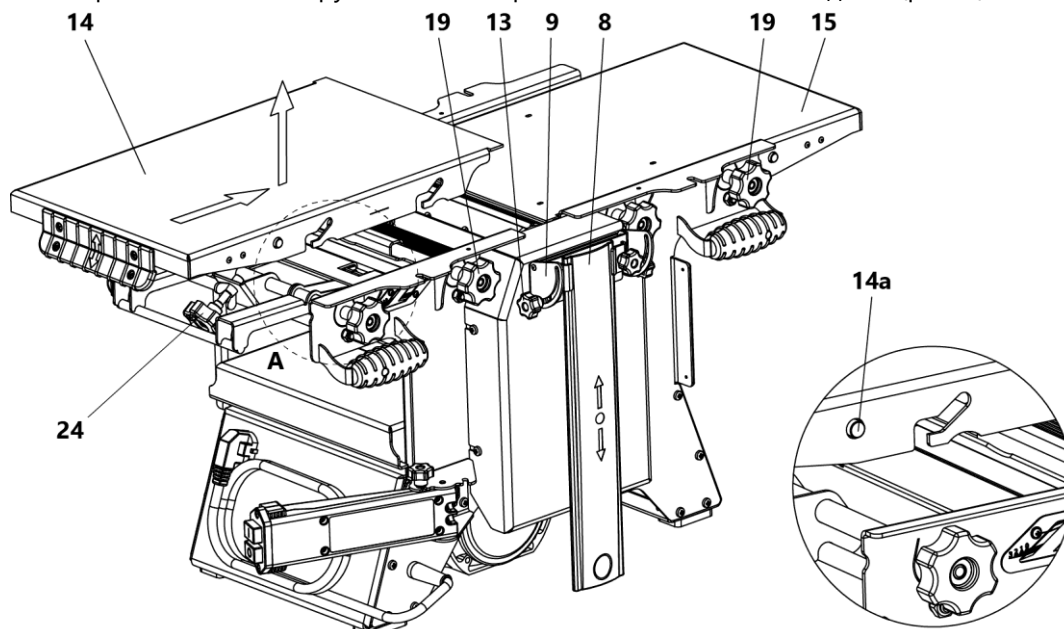

Рис. 6 Снятие приёмного и загрузочного строгальных столов со станка
Для снятия приёмного 14 и загрузочного 15 строгальных столов необходимо (рис. 6):
- снять приемный и загрузочный строгальные столы (рис. 6);
- снять приёмный строгальный стол 15 (рис. 6);